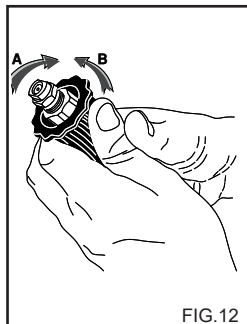

FIG.12
**USO DELLA TESTINA REGOLABILE (Fig. 12) (Accessorio Opzionale)**